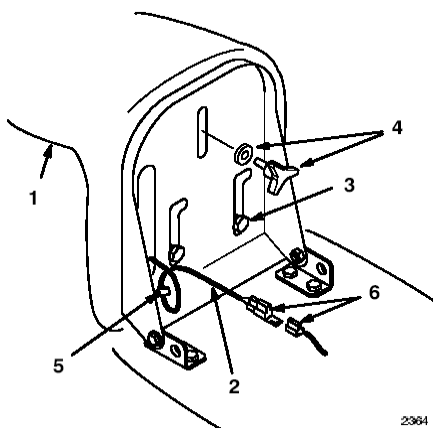

图3
- 1、将座椅的开关电线从座椅底座的孔中插入。（图3）
- 2、将两个轴肩螺栓插入双槽的尾部锁孔中，将座椅固定在座椅底座上。（图3）
- 3、将把手和平垫片装入座椅后中心孔上（图3）调节座椅并固定手柄。